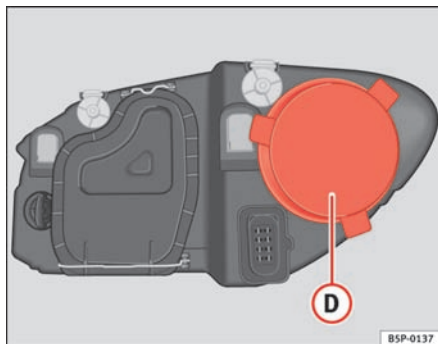

Fig. 191 Positionsllys
- Fjern afdækningen ⇒ fig. 191 **D** ved at trække i den.